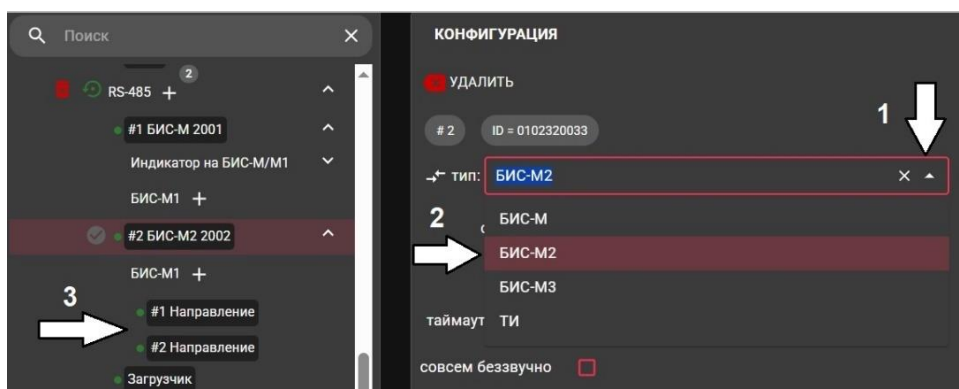

Рисунок 90
4. **Создать объект БИС-М2**. По умолчанию создается объект типа **БИС-М** (еще доступны типы **БИС-М2**, **БИС-М3** и **ТИ**). Нужно выбрать созданный по умолчанию объект типа **БИС-М**. Справа в разделе **Конфигурация** из выпадающего списка **ТИП** выбрать «**БИС-М2**». Под созданным объектом **БИС-М2** появятся субюниты «**#1 Направление**» и «**#2 Направление**» (Рис. 90).